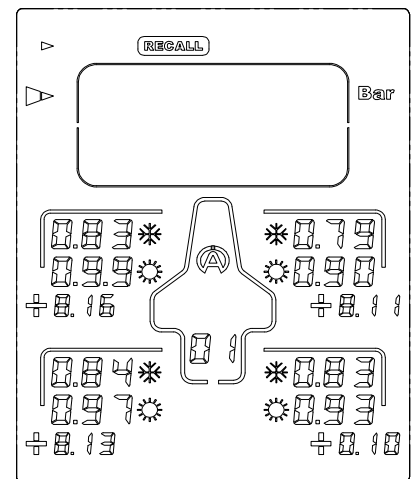

Abbildung 8
- 3) Drücken Sie Taste oder : das Tyrecontrol zeigt die Drücke des ersten gespeicherten "Sets" an sowie die Vorher-Nachher-Differenzen (Abbildung 8).